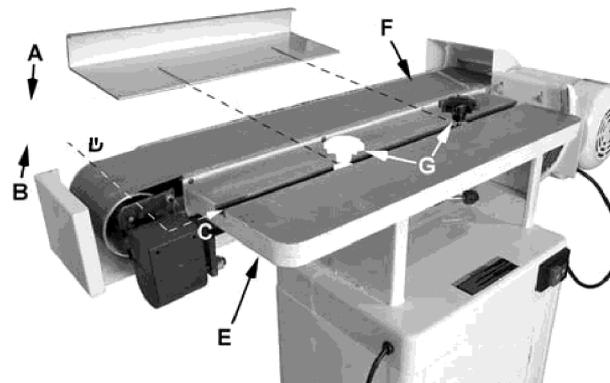
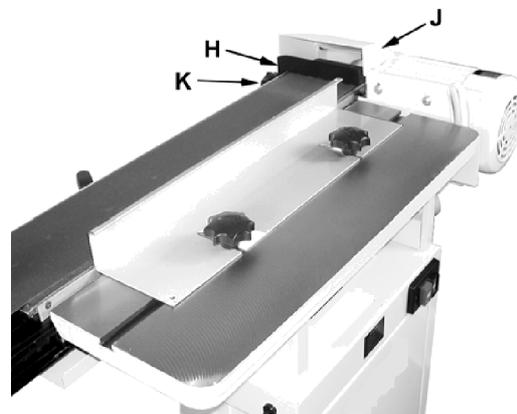
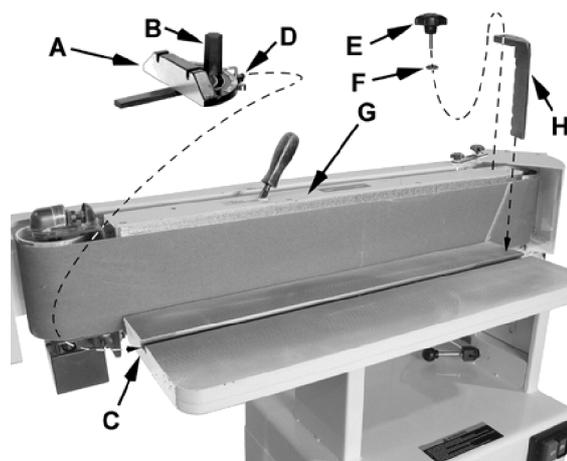

Abbildung 16
Abbildung 17
Abbildung 18
Zur Abbildung 16:
1. Legen Sie 5/16 flache Unterlegscheiben (nicht abgebildet) und Führungsblöcke (B) auf zwei 12mm Rastknöpfe (A) - Hinweis: 12mm bezieht sich auf die die Länge der Gewindeschaf.
2. Führungsblöcke (B) in den Gehrungsschlitz einsetzen (C) und positionieren Sie die Verriegelungsknöpfe (G) auf dem Tabelle (E) wie gezeigt.
3. Legen Sie den abnehmbaren Zaun (D) auf den Tisch und sichern Sie ihn durch Anziehen der Verriegelungsknöpfe (G, Abb. 16 und Abbildung 17).
Der Backstop (H, Abb. 17) kann auch verwendet werden, indem der Trommelschutz- und Staubanschluss (J, Abb. 17) aus dem Weg geschwenkt wird und der Backstop-Stift in das Positionierloch gelegt und mit dem Schlossknopf (K, Abb. 17) und der 5/16" Flachscheibe befestigt wird. **Hinweis:** Dies wird besser in Abbildung 18 dargestellt. Der Trommelschutz- & Staubanschluss (J, Abb. 17) kann dann an die gezeigte Position zurückgegeben werden.
Bezugnehmend auf Abbildung 18: